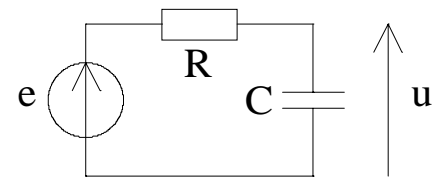

Figure II.2
a. On étudie le circuit RC de la figure II.2 alimenté par un générateur de tension $e(t)$ de sorte que :